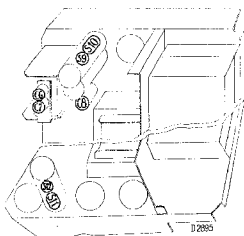

Fig. 6
6. Spoelen S11, en S12-S27, trimmen op max. output (fig. 6).
8. Spoelen S9 en S10 afregelen op max. output (fig. 6).
5. Trimmen op max. output in de volgorde: C7-C6-C7-C6 (fig. 6).
5. C8 trimmen op max. output (fig. 6).